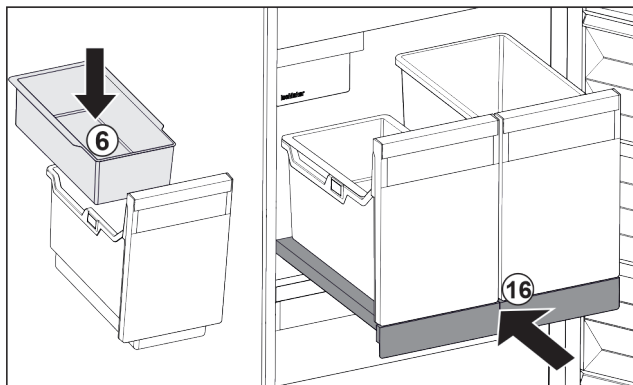

Fig. 146
- Umetnite ovjesnu posudu Fig. 146 (6) za kockice leda.
- Gurnite izvlačnu ploču sa spremnikom (IceTower). Fig. 146 (16)